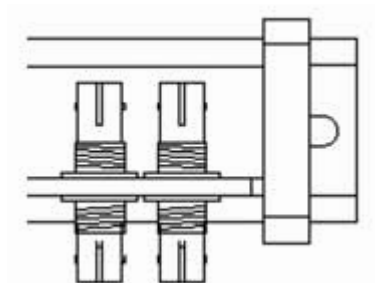

Рис. 5 Разъем CX привода
6.4.2 Применяется волоконно-оптический кабель для соединения моторного привода с дистанционным контроллером SHM-K. Вставить комплектующий волоконно-оптический кабель к разъему CX, можно осуществлять дистанционное управление и передача информации о состоянии работы устройства РПН через контроллер. См. Рис. 5 и 6